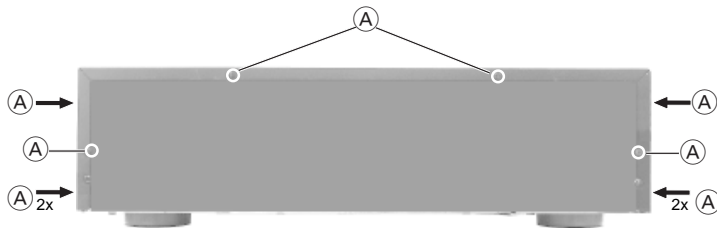

Fig. 1
- 10 Gehäuseschrauben (A) herausdrehen und Abdeckung abnehmen (Fig. 1).
- Undo 10 screws (A) and remove the cover (Fig. 1).